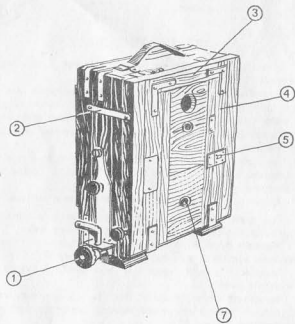

Рис. 2
Фотокамера крепится к штативу при помощи винта-барашка и штативных гаек 7(рис.2) с резьбой  $3/8''\text{ГОСТ } 3362-75$ .
- 5.4. Привести камеру (рис. 2) в рабочее положение, для чего:
6.1. Произвести наводку на резкость и зафиксировать положение задней рамки маховичком 1 (рис. 2).